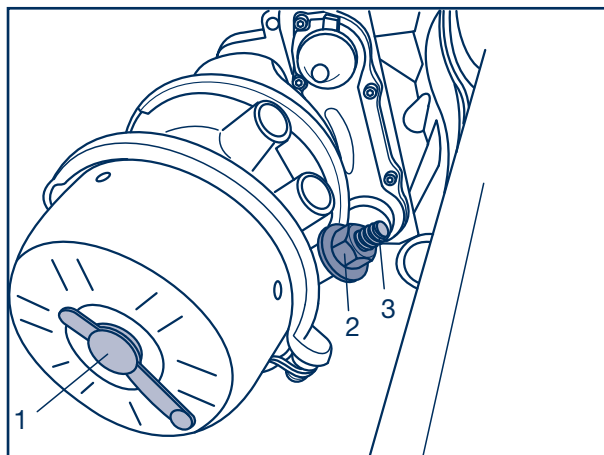

Fig. 4
- [10] Verschluss (Fig. 4/1) der Bohrung öffnen.
- [11] Mutter (Fig. 4/2) von der Spindel (Fig. 4/3) Spindel schrauben und mit der Scheibe abnehmen.
- [10] Remove the bung (Fig. 4/1) from the end cover.
- [11] Unscrew the nut (Fig. 4/2) from the wined-off bolt (Fig. 4/3) and remove it together with the washer.